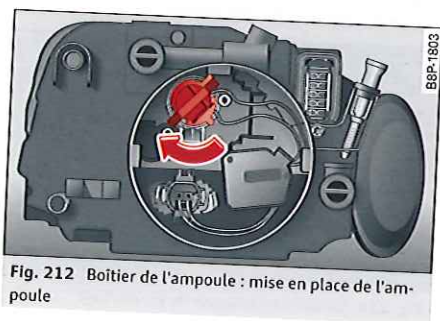

Fig. 212 Boîtier de l'ampoule : mise en place de l'ampoule
- ▶ Mettez en place l'ampoule de telle sorte que l'ergot de la fiche soit approximativement orienté entre les positions 4 et 5 heures ⇒ fig. 212 ⇒ ⚠ au chapitre Remplacement des ampoules à la page 216.